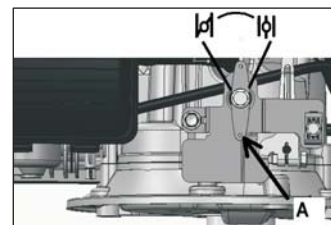

Fig. 2B A. Control del acelerador
b) Mueva el control del acelerador a la posición del estrangulador  (Fig. 2B).
Tipo uno: Inserte la llave, a continuación, gire en el sentido de las agujas del reloj para la operación de encendido electrónico (Fig. 2B).
Tipo dos: Presione el botón de "ARRANQUE". En cuanto el motor se ponga en marcha, suelte el botón de arranque (Fig. 2B).